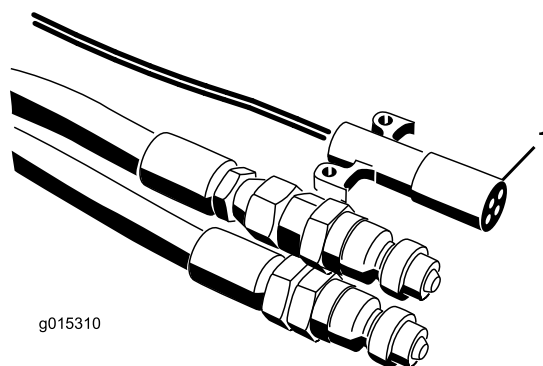
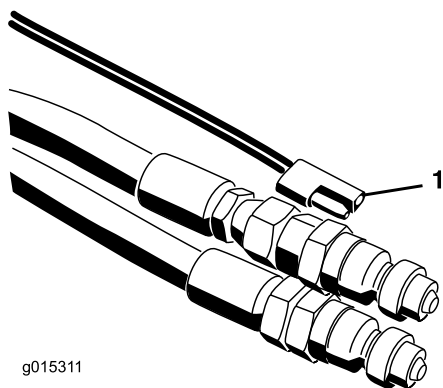

Figura 21
Figura 22
7. Ligue a cablagem de alimentação ao veículo de reboque (Figura 21 e Figura 22). Nos modelos SH coloque o interruptor On/Off do pendente ao alcance do banco do condutor. Verifique se o interruptor está desligado.